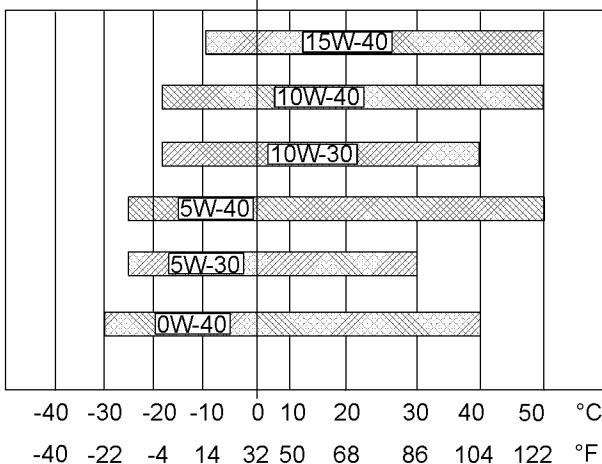

图 33
请参阅图 33 (最低温度) 以确定发动机冷起动时所需要的机油粘度。
请参阅图 33 (最高温度) 以选择发动机在预期的最高环境温度下运行时所需要的机油粘度。
- 参见相应的“润滑剂粘度”。为找到适合您的发动机的机油粘度等级，请参阅图 33。